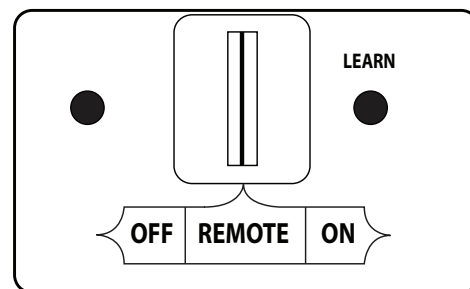
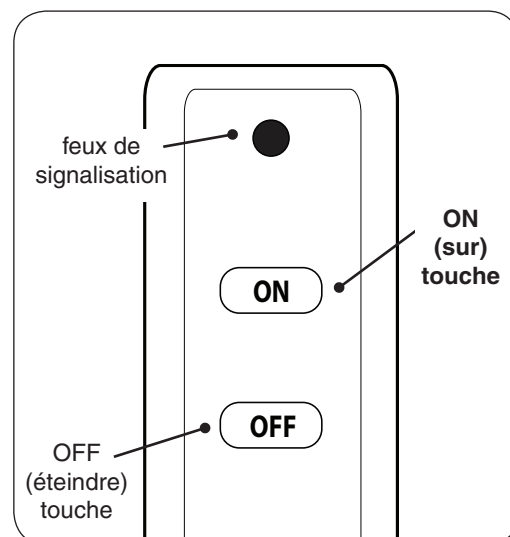

Fig. 30-1 Détail récepteur de télécommande (REMOTE)
Fig. 30-2 Détail télécommande
1. Repérez l'interrupteur à 3 positions sur le récepteur de télécommande (voir Fig. 30-1), Et faites glisser le commutateur sur la position **REMOTE** (éloigné).
**Note:** Pour 01/02M modèles, veiller à ce que l'interrupteur ON/OFF (sur/éteindre) à l'avant de la boîte de commutation est en position **OFF (O)** (éteindre).
2. Localiser la télécommande et appuyez sur la touche **ON** (sur). Voir Fig. 30-2. La séquence d'allumage commence.